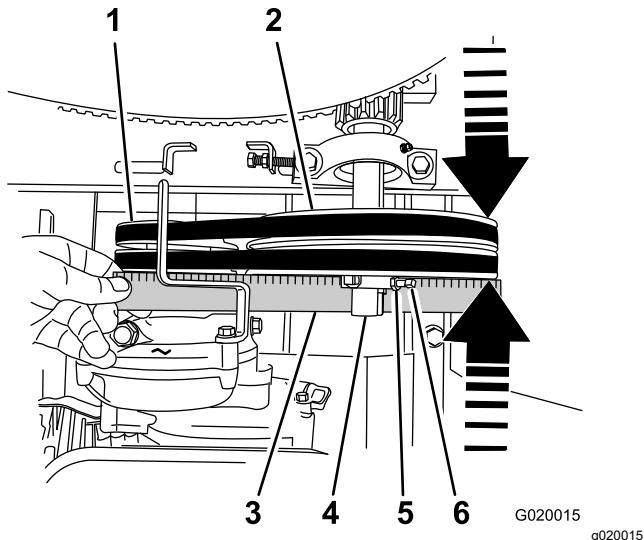

Figura 70
5. Coloque una regla sobre las caras de la polea del motor y de la polea tensora (Figura 70).
- Afloje las contratuercas y los tornillos de fijación que sujetan la polea tensora al eje (Figura 70).
- Dando golpecitos con un mazo de goma, mueva la polea tensora hacia adelante o hacia atrás en el eje hasta que la polea del motor y la polea tensora estén alineadas con la regla (Figura 70).
- Apriete los tornillos de fijación y las contratuercas que sujetan la polea tensora al eje (Figura 70).